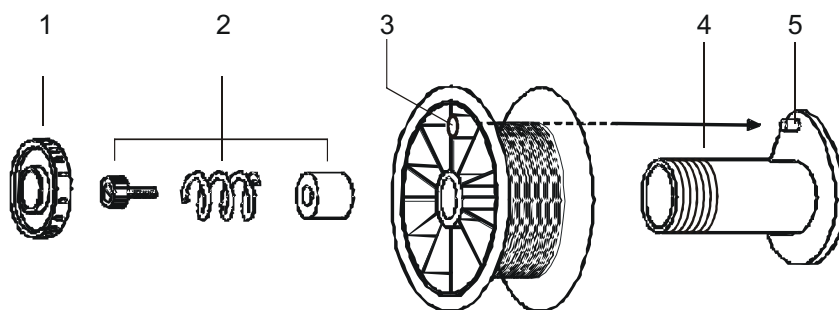

Fig.2
- Dévisser l'écrou de serrage (1 - Fig.2) pour placer la bobine de fil sur le support de bobine de fil (4- fig.1). Confirmer que le système de freinage (2- Fig.2) est opérationnel, avec la broche (5- Fig.2) correctement insérée dans le trou de la bobine (3- Fig.2). Une fois la bobine de fil installée, serrer l'écrou.
- Ensuite, le système de freinage de la bobine de fil doit être réglé, si nécessaire, avec la vis de fixation (2-fig.2). Le mouvement de rotation de la bobine de fil doit s'arrêter en même temps que le moteur.